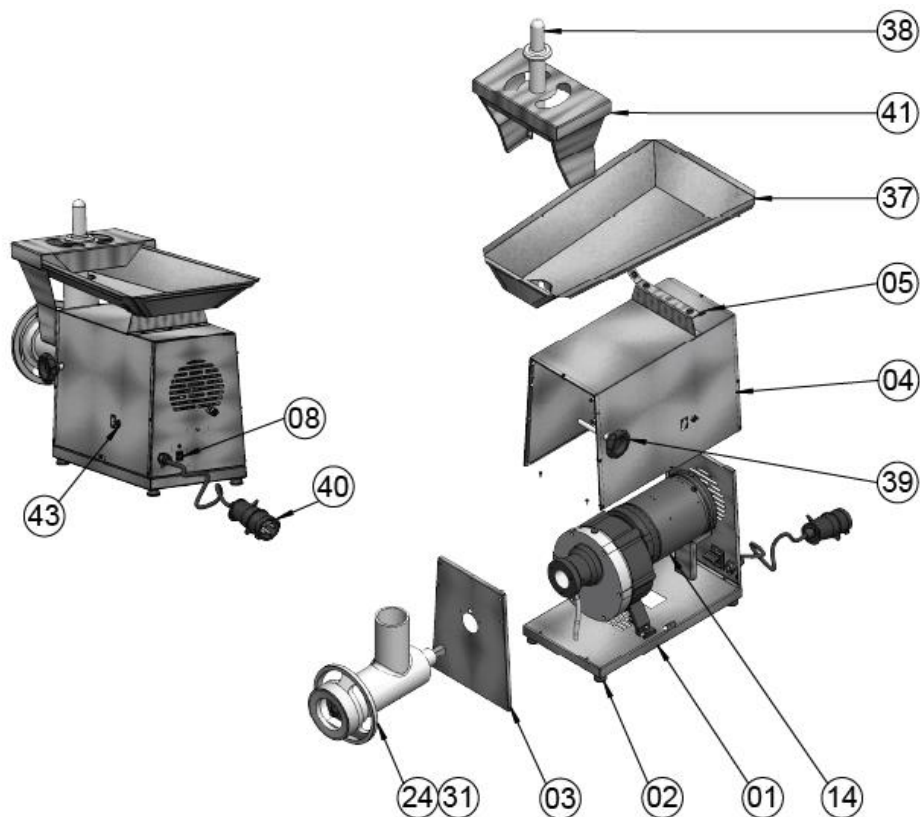
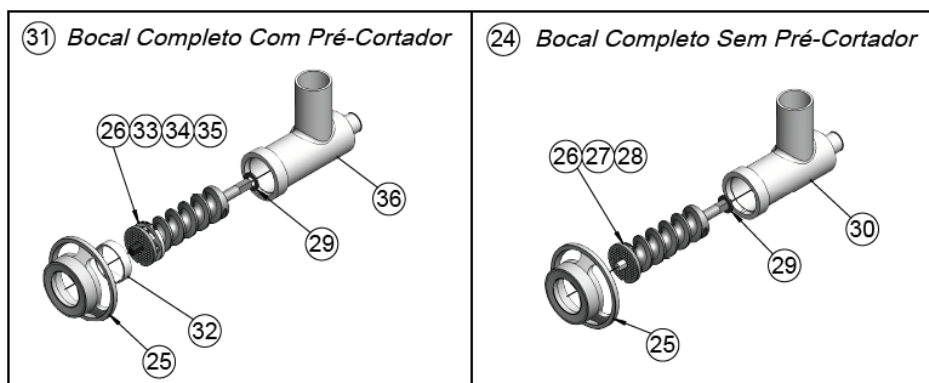

Fig. 1 – Componentes de reposição
Fig. 4 – Componentes de reposição – Bocal Completo
- ✚ Para empurrar a carne no BOCAL (Fig. 4, nº 30/36), utilize apenas o *SOQUETE* (Fig. 1, nº 38), nunca utilize qualquer outro instrumento para auxiliar a colocação de carne no bocal.
Quando montar o *BOCAL COMPLETO*, não aperte demasiadamente o *VOLANTE* (Fig. 4, nº 25), desta forma evita-se o travamento ou a quebra dos componentes internos.
Sempre que utilizar o equipamento, certifique-se que a *ARRUELA* (Fig. 4, nº 29) está posicionada de forma correta no Eixo do *CARACOL* (Fig. 4, nº 28/35), evitando atrito entre as partes de ferro ao introduzir o *CARACOL* no *BOCAL*. A utilização incorreta poderá gerar danos às engrenagens, *FACA/CRUZETA*, *DISCO/PENEIRA* e no equipamento em geral.
Tenha certeza que a montagem dos componentes do *BOCAL COMPLETO*, esteja na sequência correta, conforme item 24/31, Fig. 4.
1. Antes de utilizar o equipamento, devem-se lavar todas as partes que entram em contato com o produto a ser processado, com água e sabão neutro (leia o item 3.4);
2. Coloque os pedaços de carne sobre a *BANDEJA INOX* (Fig. 1, nº 37) e leve os mesmos com a mão até a entrada da boca de alimentação do Moedor. Com a utilização do *SOQUETE* empurre para baixo até o momento que for puxado pela Rosca-sem-fim do *CARACOL* (Fig. 4, nº 28/35).
1. Este equipamento possui um Anteparo de Segurança (Fig. 1, nº 41) que impossibilita o acesso dos membros superiores no contato do Eixo Caracol (Fig. 4, nº 28/35), garantido maior segurança do usuário.
2. Na montagem do Bocal Completo (Fig. 4, nº 24/31) o Disco/ Peneira (Fig. 4, nº 26) é fixo no Eixo Caracol, o que impossibilita o usuário de tocar na Faca/ Cruzeta (Fig. 4, nº 27/33) e no próprio Eixo sem que o conjunto esteja devidamente desmontado.
- ✚ *BOCAL COMPLETO* (Fig. 4, nº 24/31)
- ✚ *VOLANTE* (Fig. 4, nº 25)
- ✚ *DISCO/PENEIRA* (Fig. 4, nº 26)
- ✚ *FACA/CRUZETA* (Fig. 4, nº 27/33)
- ✚ *CARACOL* (Fig. 4, nº 28/35)